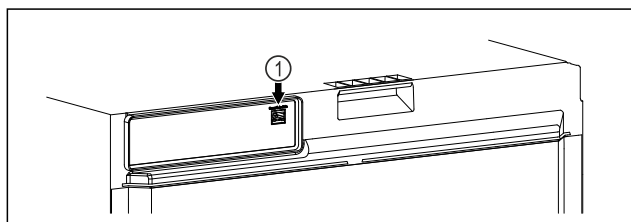

Fig. 100
- ☐ Le SmartModule Fig. 100 (1) est installé.